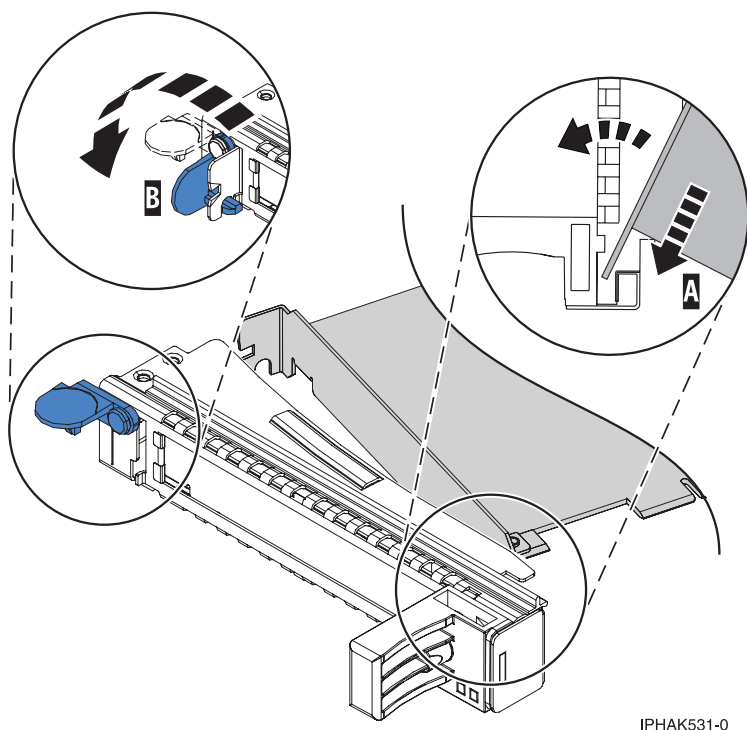

Figura 63. Coloque a cassete de largura simples para adaptadores PCI
- a. Com o grampo de contraponto na posição de aberto, insira o adaptador firmemente no canal de fixação do contraponto **(A)**. Consulte a Figura 63 na página 74.
- c. Feche o grampo do contraponto **(B)**. Consulte a Figura 63 na página 74.